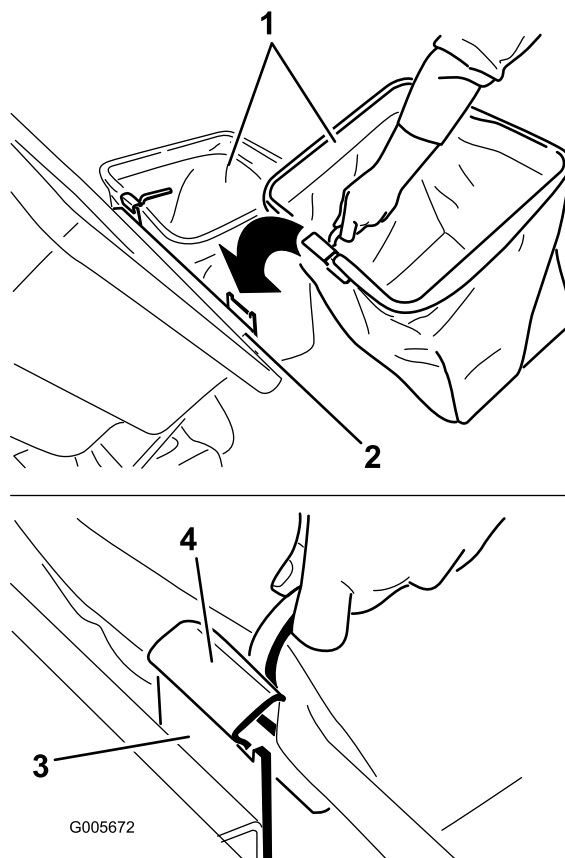

Figura 17
- Alzate il coperchio del sistema di raccolta e inserite i cesti facendo scorrere i ganci del telaio dei cesti sulle staffe di ancoraggio (Figura 17).